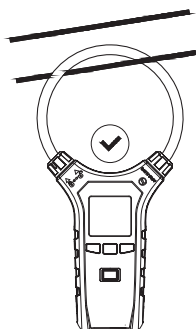

Figura 4
3. Utilice el cabezal de medición para enrollar el conductor que se medirá y fíjelo en su lugar. (Solo se puede probar un cable a la vez; consulte la figura 4)